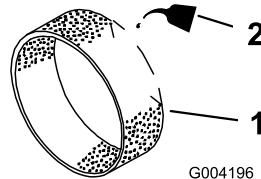

図 18
- 乾いたらエンジン・オイルを 60 ccほど含ませる(図 18)。